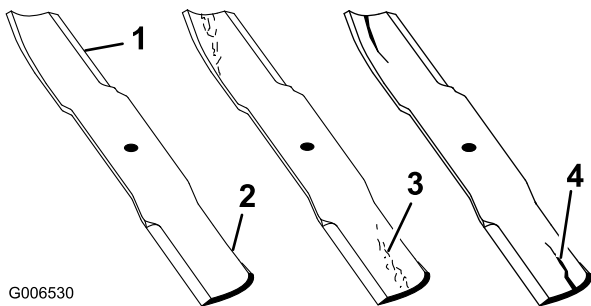

図 79
1. 刃先の部分を点検する 図 79。刃先部分が鋭利でなかったり、打ち傷がある場合には、ブレードを外して研磨する。「ブレードの研磨」を参照。
2. ブレードを点検、特に湾曲部 図 79 をていねいに点検する。破損、磨耗、割れの発生などがあれば 図 79、直ちに新しいブレードに交換する。